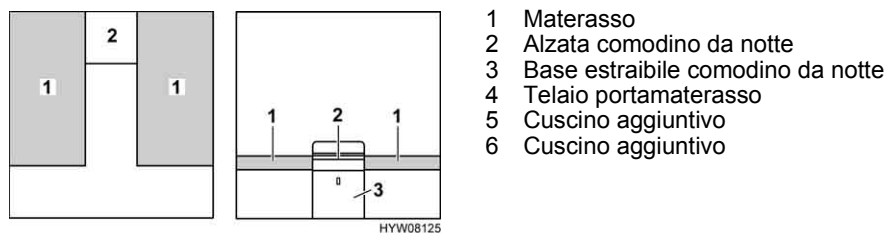

Fig. 81 Prima della trasformazione
- Rimuovere l'alzata del comodino da notte (Fig. 81,2) e metterla da parte.